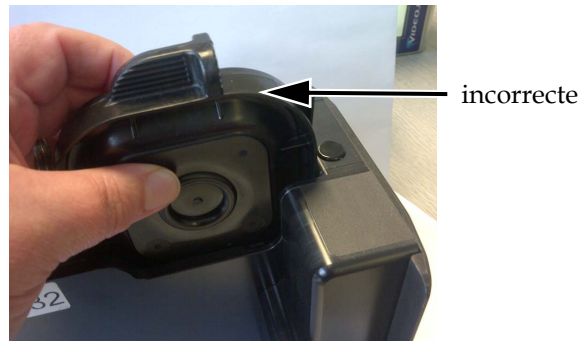

Figure 6-21: Insertion d'une cartouche dans la tête d'impression
- 1 Insérez la cartouche dans la tête d'impression (voir Figure 6-21).